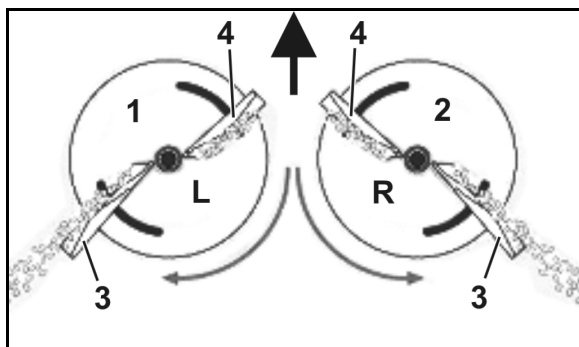

Рис. 19
- лівий розкидний диск (Fig. 19/1) з маркуванням **L**.
- правий розкидний диск (Fig. 19/2) з маркуванням **R**.
- Довга (Fig. 19/3) — шкала налаштувань зі значеннями від 35 до 55.
- Коротка (Fig. 19/4) — шкала налаштувань зі значеннями від 5 до 28.